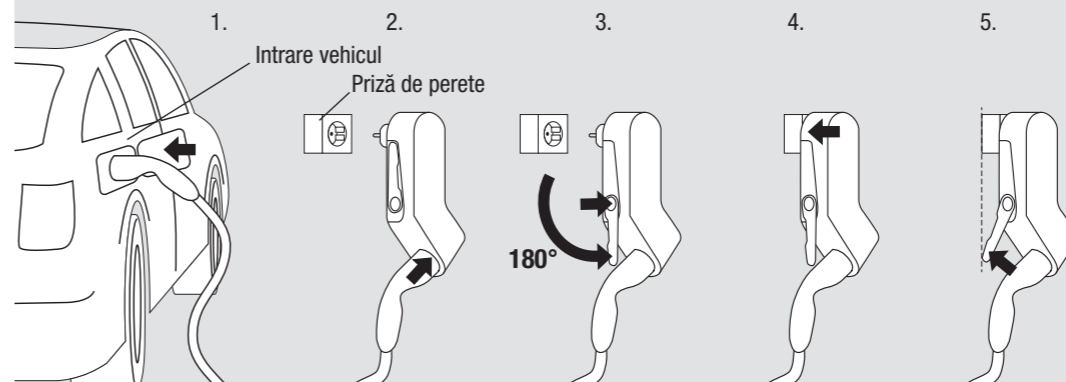

Fig. 2: Secvența de încărcare
- Utilizați adaptorul Mobility Dock doar suspendat în poziție verticală sau așezat într-un suport pe perete, pentru a evita tragerea bruscă a prizei (vezi fig. 2). Obiectele grele pot deteriora adaptorul Mobility Dock și/sau priză de alimentare.
- Nu introduceți adaptorul Mobility Dock în priză înainte ca ștecherul de încărcare să fie introdus în priză tip 2 (C). Caso contrărio, a tomada pode danificar-se.
Adaptorul Mobility Dock este un încărcător de urgență mod 2, portabil pentru utilizări ocazionale. Utilizarea permanentă se realizează doar în poziție sigură, fixă, verticală. Operarea se realizează doar din suporturi de perete, adecvate din punct de vedere mecanic și electric (a se vedea fig. 2, pasul 5).